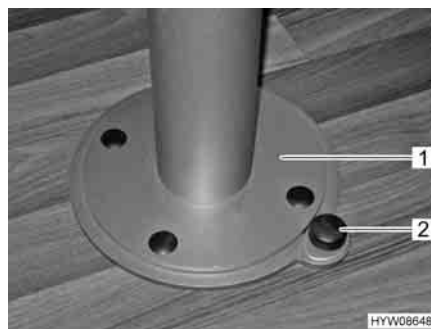

Fig. 59 Sbloccaggio dispositivo di rotazione piede del tavolo
- Spingere verso il basso il bottone (Fig. 59,2) del bloccaggio.
- Ruotare il piede del tavolo con il piano del tavolo (Fig. 59,1) nella posizione desiderata.